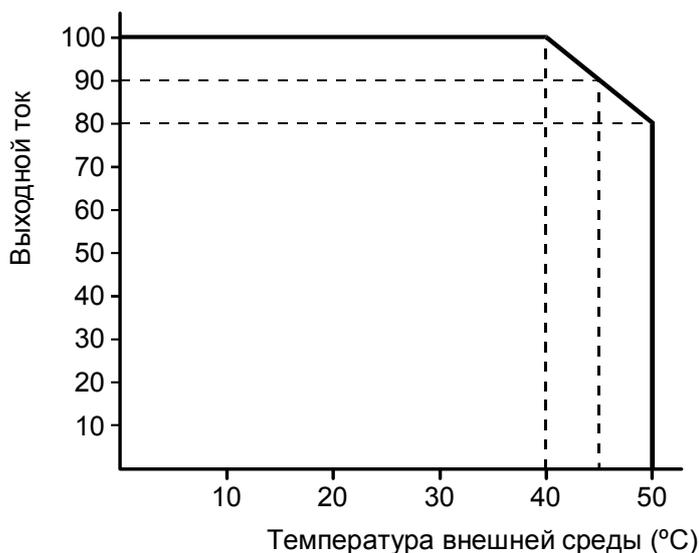

Рис. 1-1 Понижение номинальных значений в зависимости от температуры внешней среды
- Примечание 4)** Если температура больше 40°C, снижайте выходной ток на 2% на 1°C. (Смотрите Рис. 1-1.)